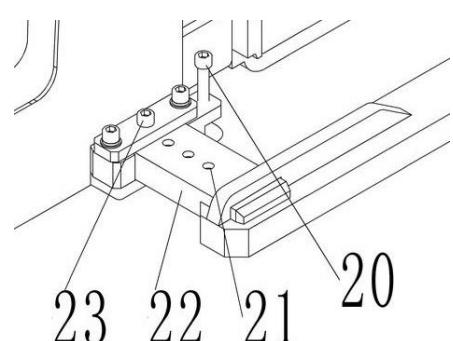

Рис.15: Регулировка опорных вил
- Вращайте по часовой стрелке опору (20) до тех пор, пока штабелер не поддомкратится.
- Открутите установочный болт (23)
- Отрегулируйте опору (22) так, чтобы установочный болт (23) попал в установочный паз (21)
При регулировке опорных вил, пожалуйста, обратите внимание, что количество установочных пазов (21), выставляемых на каждой стороне ног штабелера, должно быть одинаковым. (Как показано на рис. 15, если одна сторона имеет 3 установочных паза (21), с другой стороны также должно быть 3).
- Надежно закрутите установочный болт (23)